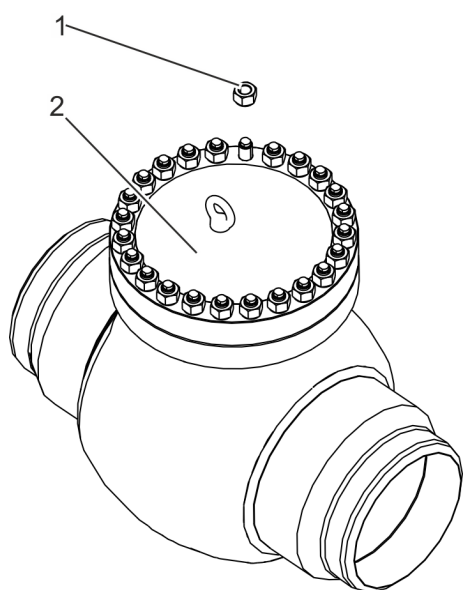

Fig. 23: Vissage du couvercle du bâti
14. ➤ Visser légèrement le couvercle du bâti (Voir la Fig. 23/2) avec des écrous (Voir la Fig. 23/1) sur les tiges filetées du bâti.
Serrer les écrous (Voir la Fig. 23/1) en croix avec le couple de serrage prescrit.